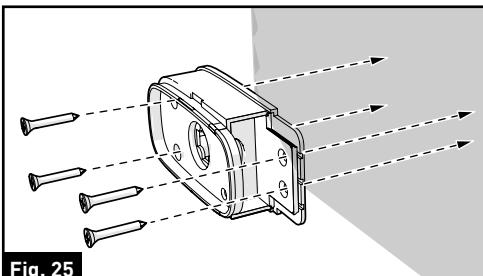

Fig. 25
5. Asegure la base del semáforo en la pared del vehículo con cuatro tornillos autorroscantes de cabeza plana (cabeza plana de la impulsión del patio #6 x 3/4 "tornillo de madera de la uno mismo-perforación). (Fig. 25)